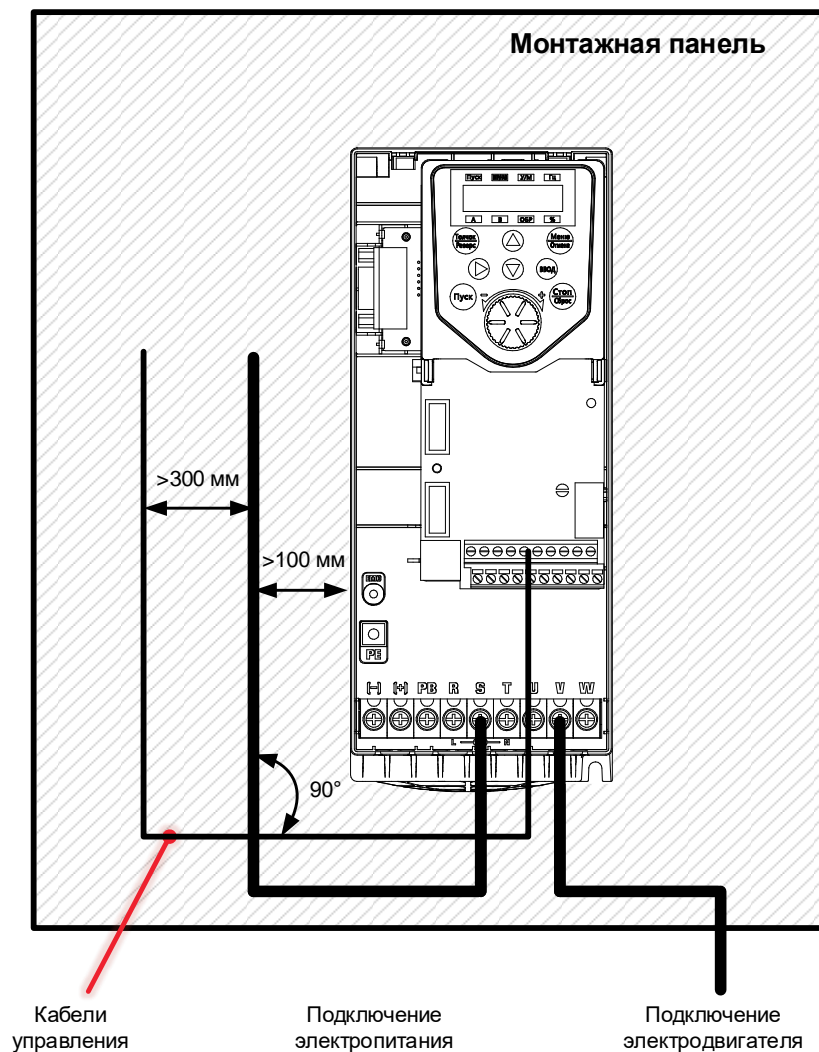

Рисунок 4-21 Схема прокладки силовых и сигнальных кабелей
- Кабели управления по возможности должны прокладываться в отдельном металлическом коробе или на расстоянии не менее 300 мм от силовых кабелей (Рисунок 4-21);